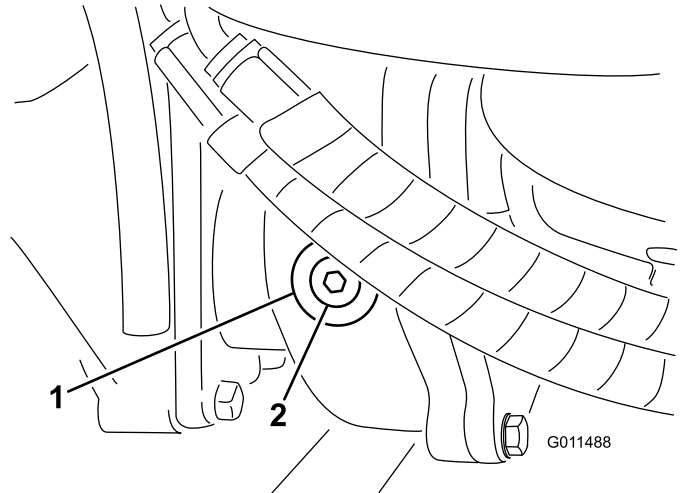

図 65
2. ギアボックスの左側から点検・補給用プラグを抜き、穴の高さまで潤滑油があることを確認する 図 65。